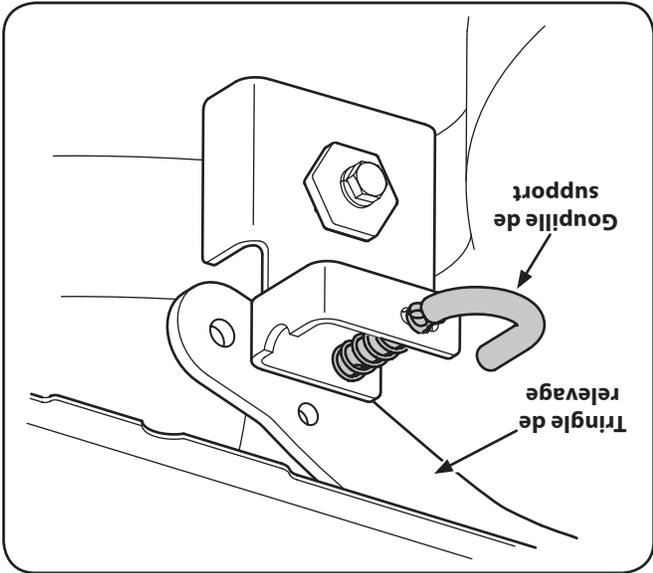

Figure 7-3
- b. Raccordez les barres de relevage du plateau de coupe. Voir la Figure 7-3.
6. Sortez la goupille de support du plateau de coupe pour dégager le plateau de la tringle de relavage. Voir la Figure 7-3.